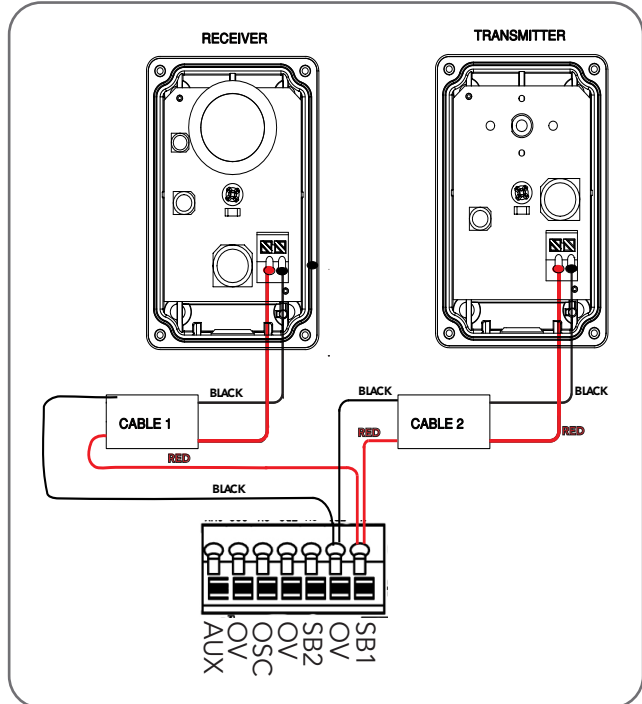

Fig.6.4.2
- Wire the PE Beams as per Wiring Diagram (Fig. 6.4.2).
**WARNING:** Connect the Safety Beam as per diagram in Fig 6.4.2. Tampering with the Safety Beam could result in serious personal injury and/or property damage and will void the warranty.
**AVERTISSEMENT:** Raccordez le faisceau de sécurité conformément au schéma Fig. 6.4.2. Saboter le faisceau de sécurité présente un risque de blessure corporelle grave et/ou de dommages matériels, et annule la garantie.